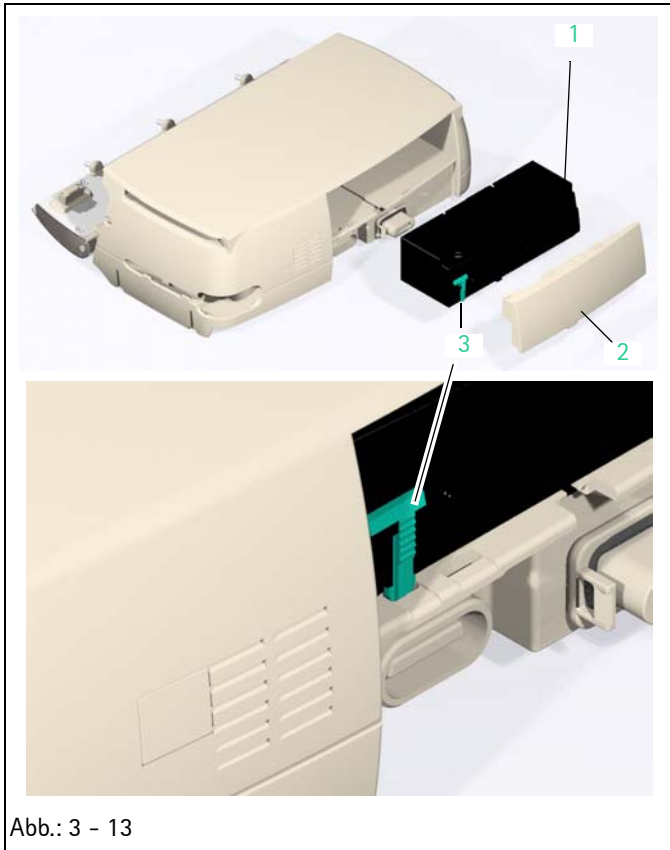

Abb.: 3 - 13
1. Verriegelung (Abb.: 3 - 12 / Pos. 2) an der Akkufachabdeckung (Abb.: 3 - 12 / Pos. 1) mit einem spitzen Werkzeug drücken und Akkufachabdeckung abnehmen.
Legende zu Abb. 3 - 13: